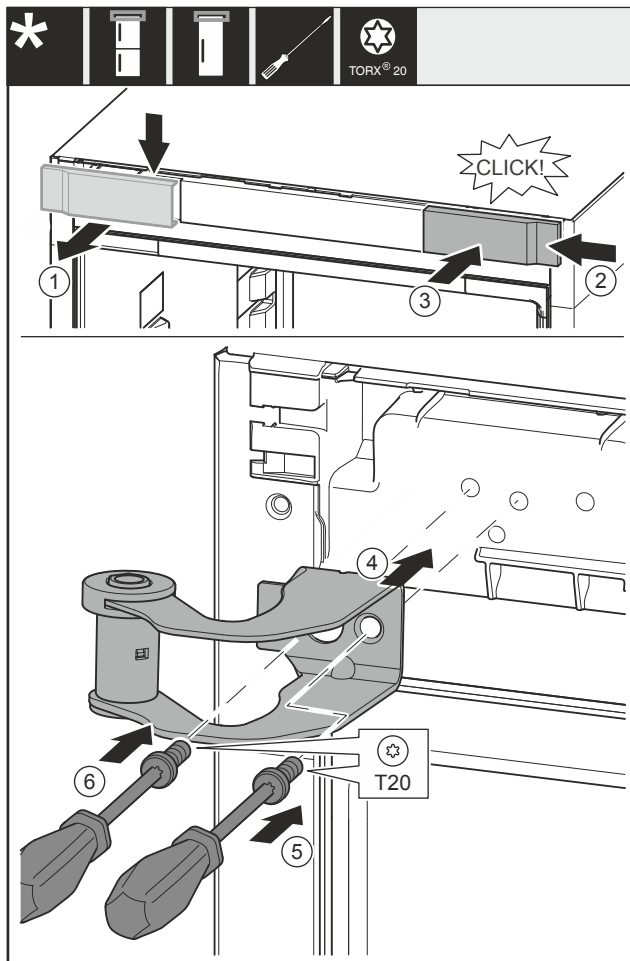

Fig. 31
- ▶ Снимите крышку Fig. 31 (1) сверху вперед.
- ▶ Навесьте крышку Fig. 31 (2), повернув ее на 180°, справа с другой стороны.
- ▶ Зафиксируйте крышку Fig. 31 (3).
- ▶ Установите верхний опорный кронштейн Fig. 31 (4).
- ▶ Затяните винт Fig. 31 (5).
- ▶ Затяните винт Fig. 31 (6).